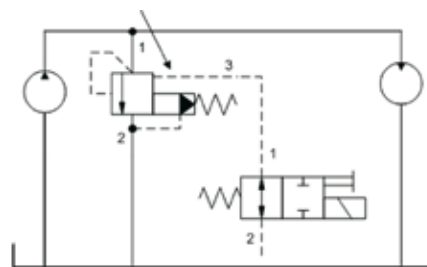

Bild 2.
- Entlasten oder Sperren des Steuerölstroms aus Anschluss 3 hat einen Einfluss auf den Hauptstrom von Anschluss 1 nach Anschluss 2 (siehe Bild 2). Das Ventil wird entweder offen oder (bei Drücken unterhalb der Ventileinstellung) geschlossen sein. Bei Druckbereichen von 210 bar oder darunter und atmosphärischem Druck an An-